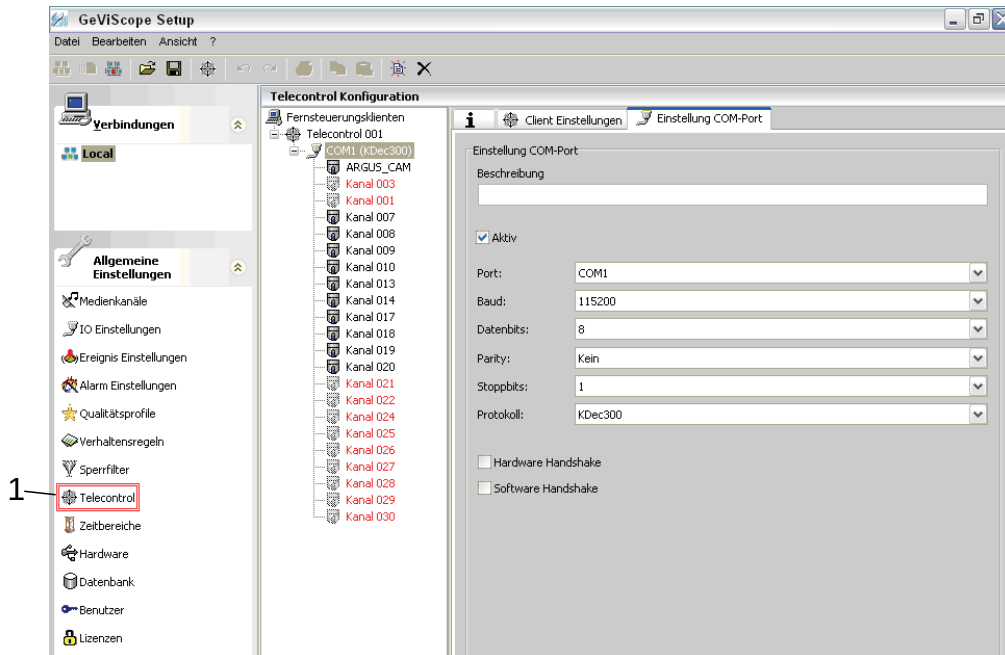

Abbildung 9-7: GscSet Ansicht
- Nachdem diese Einstellungen gemacht wurden, wechseln Sie in den Dialog „Telecontrol“ (roter Rahmen 1 in Abbildung 9-7).